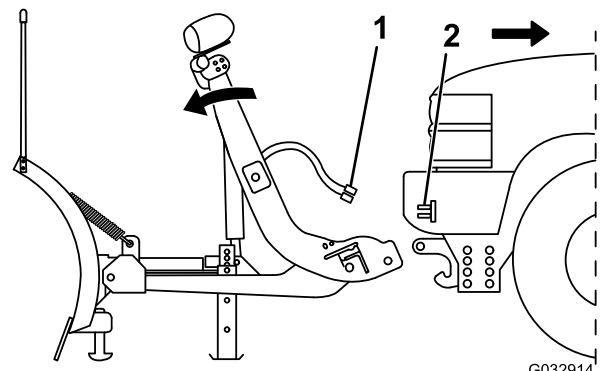

Bild 38
- 5. Drücken Sie den SmartHitch2-Schalter an der Seite der Kupplungssäule nach oben, um die Federstifte zu lösen, und dann nach unten, um die Säule ganz abzusenken (Bild 38).
6. Trennen Sie den Kabelbaum des Schilds vom Kabelbaum des Fahrzeugs und bringen Sie die Staubschutzkappen der elektrischen Anschlüsse an (Bild 38).